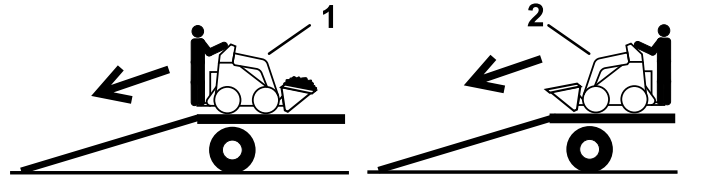

Figura 20
2. Descarregue a máquina do atrelado com a extremidade pesada para cima na rampa, carregando as cargas em baixo (Figura 20).